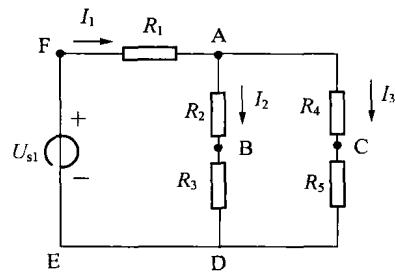

图 1-4 电压、电位的测定
- 已知 $R_1 = 100\Omega$, $R_2 = 200\Omega$, $R_3 = 300\Omega$, $R_4 = 510\Omega$, $R_5 = 100\Omega$, 在实验板上按图 1-4 插拼连接电路；